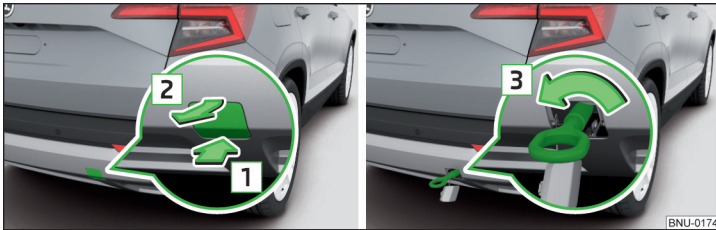

Abb. 320 Abdeckkappe abnehmen / Abschleppöse einbauen
- Zum **Abnehmen** auf die Abdeckkappe in Pfeilrichtung **1** drücken und diese in Pfeilrichtung **2** abnehmen » Abb. 320.
- Zum **Einbauen** die Abschleppöse von Hand in Pfeilrichtung **3** » Abb. 320 bis zum Anschlag einschrauben » **!**.